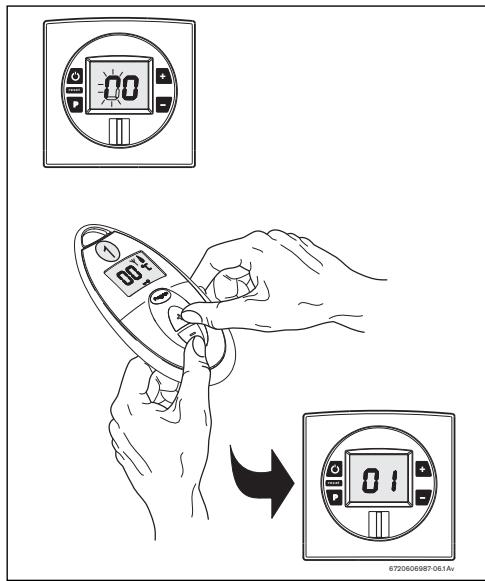

Fig. 5 Attivazione del telecomando
- ▶ Posizionare il telecomando di fronte al quadro comandi dell'apparecchio e premere contemporaneamente i tasti e del telecomando (Fig. 5 ).